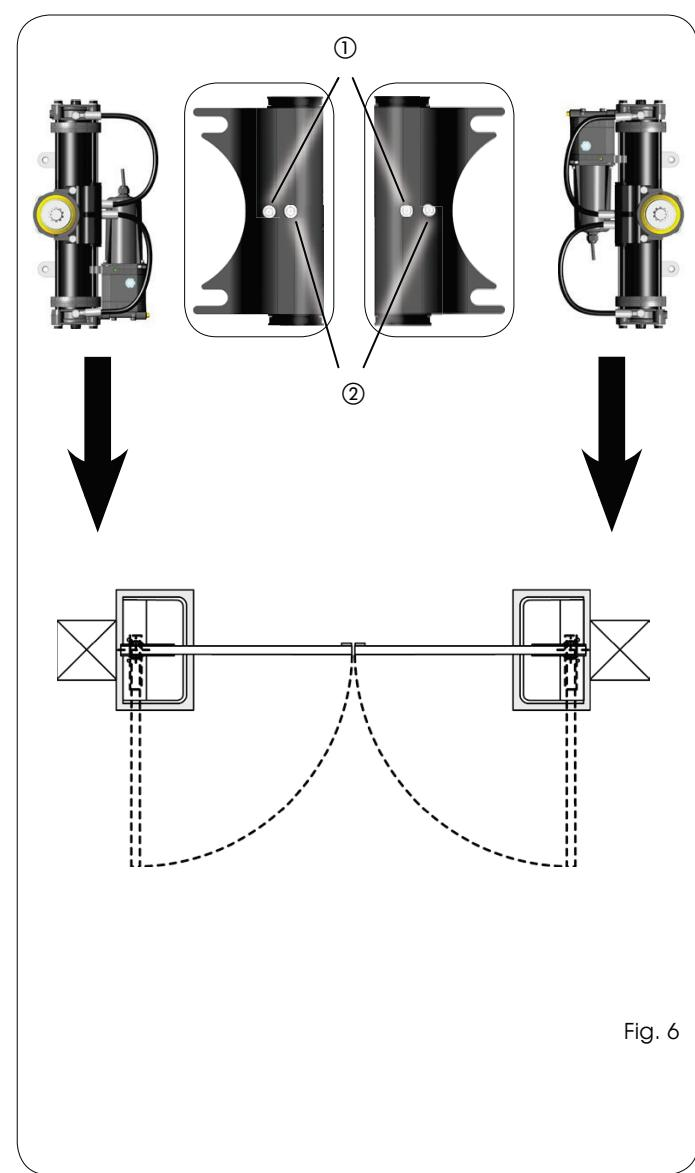

Fig. 6
- 2) Durante el movimiento de la hoja, afloje el tornillo de purga de apertura (Fig.6 ref.①)
- 6) Durante el movimiento de la hoja, afloje el tornillo de purga de cierre (Fig.6 ref.②).
- 2) Draai terwijl de vleugel in beweging is de ontluchtingsplug voor het openen los (Fig.6 ref.①)
- 6) Draai terwijl de vleugel in beweging is de ontluchtingsplug voor het sluiten los (Fig.6 ref.②)